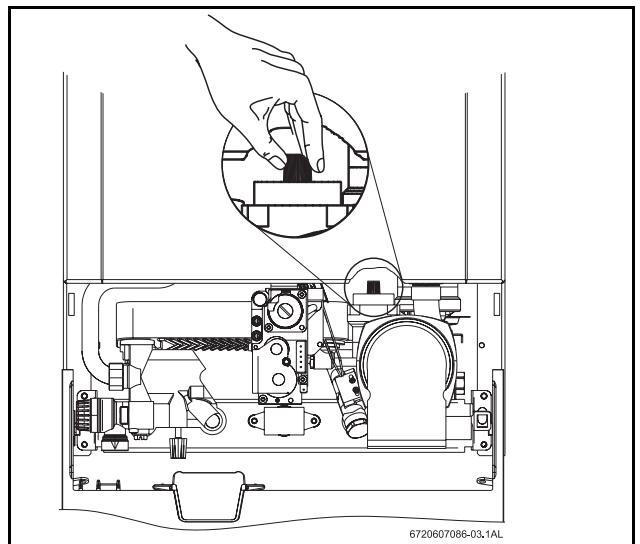

Fig. 13 Ouvrir la valve de purge
- ▶ Remplir l'installa-tion à l'aide du robinet de remplis-sage (38).
- ▶ Pour purger l'appareil en utilisant le purgation automa-tique, ouvrir le couver de la valve de purge (voir Fig. 13).